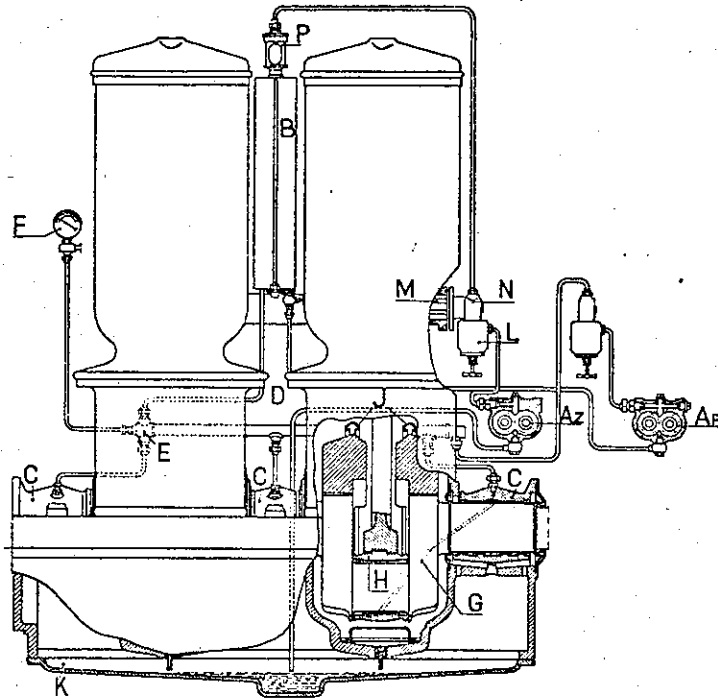

Fig. 11.
10. HET CIRCULATIE-SMEERSYSTEEM; zie fig. 11.
De zuig- of retourpomp Az heeft nu tot taak de olie van deze goot terug te brengen naar het reservoir. Op deze weg wordt ze geleid door een Auto-Klean filter L, die zich tussen de pomp en het reservoir bevindt en - zo nodig - door een koeler M; door middel van een kraan N kan de olie al of niet door de koeler worden geleid. (Zie fig. 11).
Vóór het eerste aanzetten van de motor, of nadat deze lange tijd niet heeft gelopen, is het raadzaam de persleiding van de ^{fig 11} smeerolie-circulatiepomp los te nemen en de pomp van buiten af met smeerolie te vullen. Hierna wordt de leiding weer aangesloten. Bij motoren, uitgevoerd met een vleugelpomp in de smeerolie-circulatieleiding, kan met deze pomp worden voorgepompt.